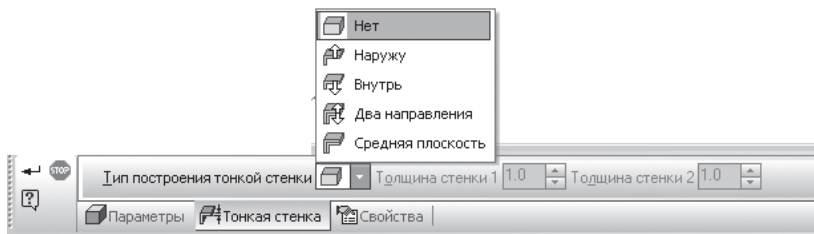

Рис. 124. Выбор типа построения тонкой стенки
- на панели **Свойств** на вкладке **Тонкая стенка** укажите тип построения тонкой стенки – **Нет** (рис. 124);